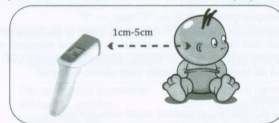

Figura 3: Măsurarea temperaturii în spatele urechilor
- Dacă din anumite motive, măsurarea temperaturii părții de jos a frunții nu se poate efectua, încercați măsurarea în spatele urechilor. Consultați figura 3.